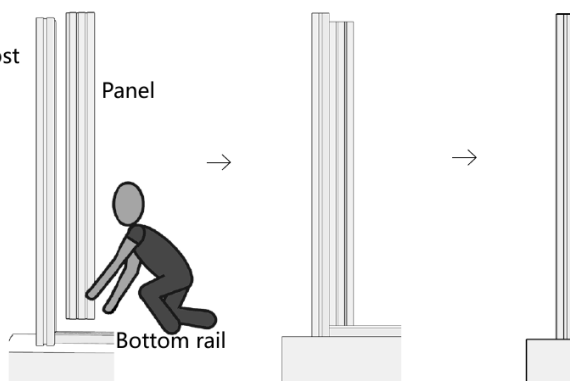

FIG. 11 – PANNEAUX VERTICAUX POSÉS SUR LA TRAVERSE INFÉRIEURE
- 01 Assemblez les 12 panneaux verticaux dans l'ordre entre les poteaux, en les posant sur la traverse inférieure (fig. 11).